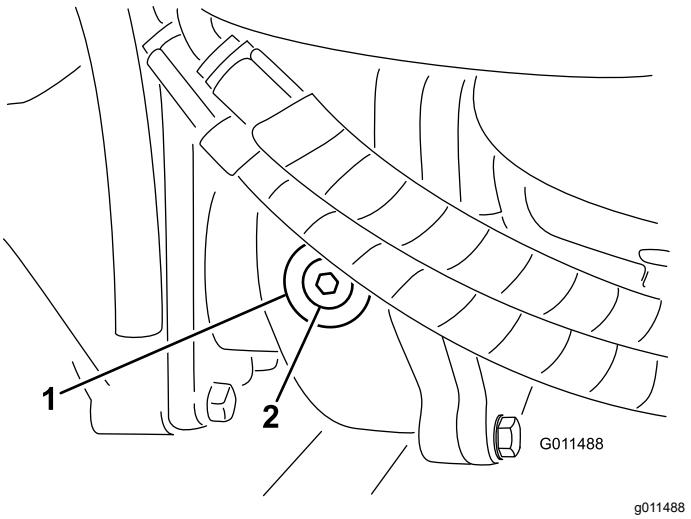

Figura 106
- Retire el tapón de verificación/llenado del lado izquierdo de la caja de engranajes y asegúrese de que el lubricante llega al borde inferior del orificio (Figura 106).